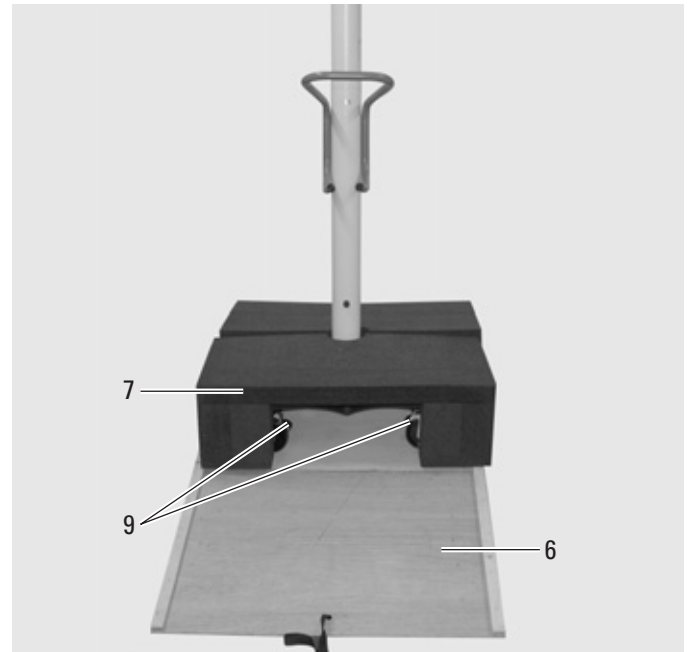

Bild 2
- ⇒Gurt Säule (3) und Gurt Griff (5) entfernen.
- ⇒Deckel (1) abnehmen.
- ⇒Kiste mit Schwenkarm (2) von der Palette (8) nehmen.
⇒Rampe (6) vor die Palette legen (Bild 2).